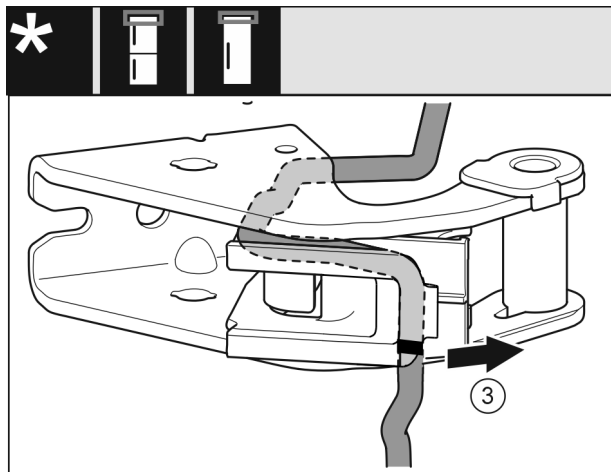

Fig. 27
- ▶ Демонтувати кабель з тримачем кабелю з опорного кронштейну. Fig. 27 (3)